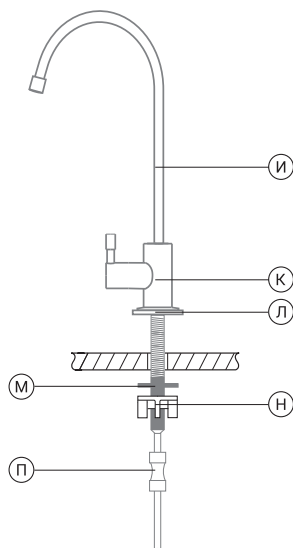

Рис. 17
2. Произведите монтаж крана (рис. 17) в следующей последовательности:
4. Фитинг 1/4" вместе с установленной в него трубкой подключите к штоку крана чистой воды (См. раздел «Присоединение гибких трубок» и (рис. 17)).